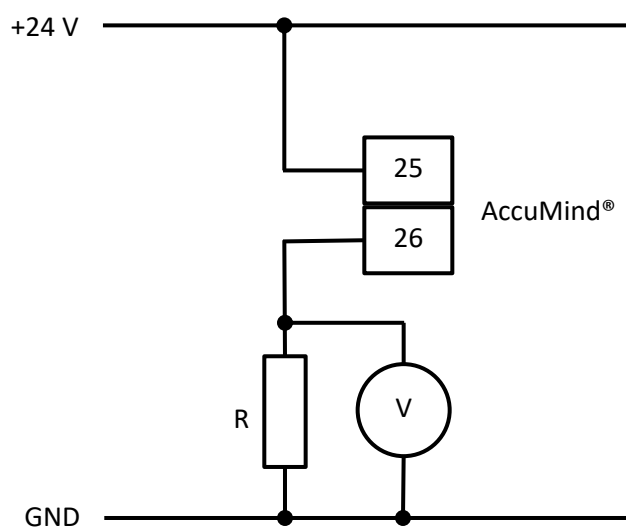

Abbildung 19: Anschlussempfehlung für elektronisches Relais 1
Der AccuMind® bietet zwei elektronische Relais. Diese dienen z.B. der Ausgabe von Statussignalen oder als Frequenz-/Impulsausgänge. Bei einem spannungsfreien AccuMind® gilt unabhängig zur Parametrierung: S1 ist offen (NO) und S2 ist geschlossen (NC). Zur Parametrierung der elektronischen Relais vgl. 9.2.4. Abbildung 19 zeigt eine Anschlussempfehlung für das 1. elektronische Relais. Der Widerstand R sollte dabei 5 bis 10 kΩ betragen. Das 2. elektronische Relais wird analog dazu angeschlossen.